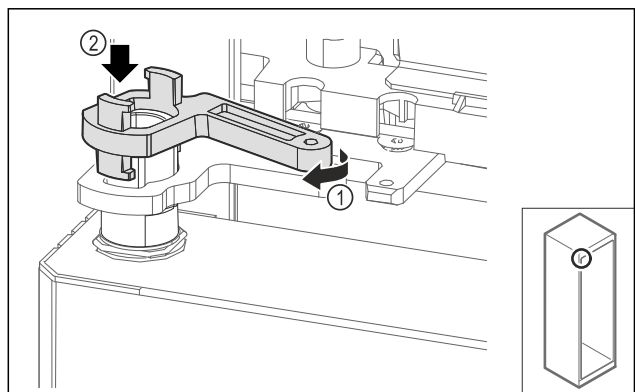

Fig. 66
- ▶ Ruotare leggermente il fissaggio del blocco di supporto Fig. 66 (1) e posizionarlo sul manicotto Fig. 66 (2).